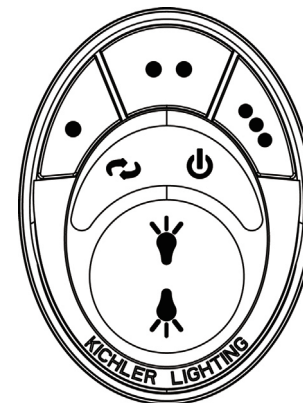

Fig. 30
Étape 5. Les boutons contrôlent la vitesse et la lumière du ventilateur comme suit : (Fig. 30)